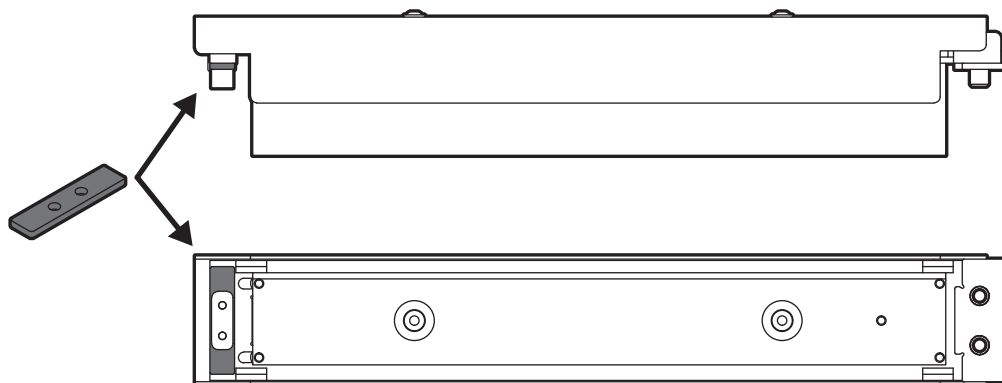

Abb. 7 Ort zum Ersetzen der Metallunterlegscheiben für den Nivellierplatte (Ansicht der Vorderseite und Unterseite des Recoater Blades).
- a. Nivellierplattenscheibe - Indem du den 2.5 mm Inbusschlüssel verwendest, entferne die Schrauben der Nivellierplatte (an die Linkenseite des Recoater Blades). Setze die zusätzliche Scheibe zwischen der Nivellierplatte und ihrer Scheibe, dann schraube alles zusammen (Abb. 7).